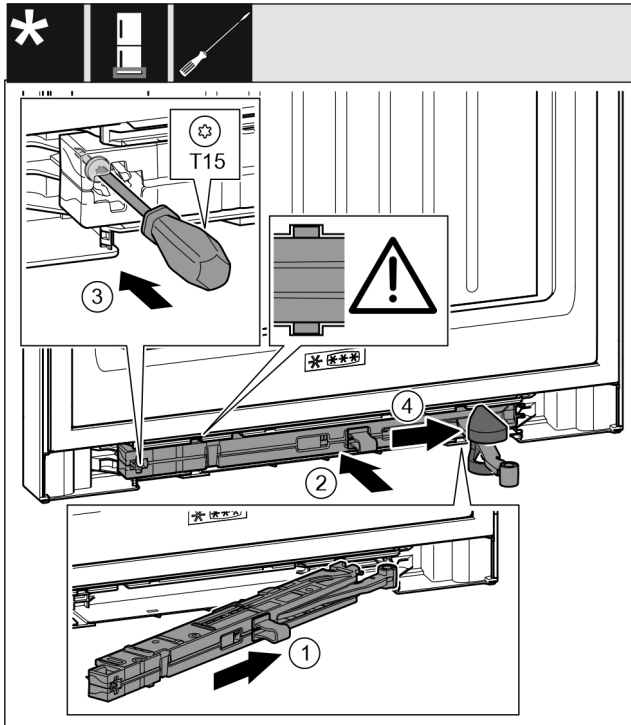

Fig. 48
- ▶ Schließdämpfereinheit Fig. 48 (1) auf der Lagerbockseite bis zum Anschlag schräg in die Aussparung einschieben.
- ▶ Schließdämpfereinheit Fig. 48 (2) vollständig in Aussparung schieben.
- ▶ Schraube Fig. 48 (3) mit einem Schraubendreher festschrauben.
- ▶ Abdeckung Fig. 48 (4) über Gelenk schieben.